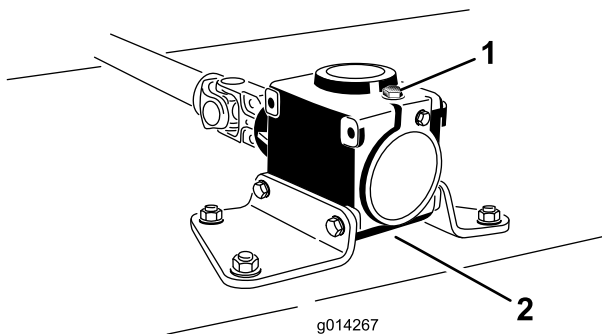

Figura 42
6. Retire a vareta/tampão de enchimento da parte superior da caixa de velocidades (Figura 42) e verifique se há lubrificante entre as marcas da vareta.
6. Retire a vareta/bujão de enchimento da parte de cima da transmissão (Figura 42).